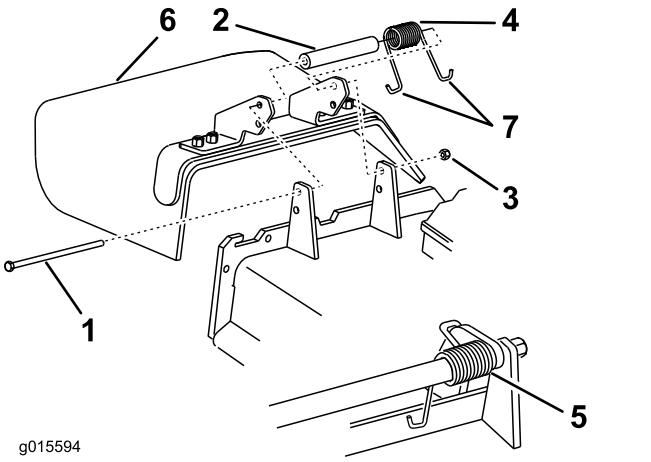

Figure 91
1. Retirez le contre-écrou, le boulon, le ressort et l'entretoise qui fixent le déflecteur aux supports de pivot (Figure 91).
Remarque: Prenez soin de placer 1 extrémité en J du ressort derrière le bord du tablier avant de mettre le boulon en place, comme montré à la Figure 91.
6. Accrochez l'extrémité en J du ressort au déflecteur d'herbe (Figure 91).